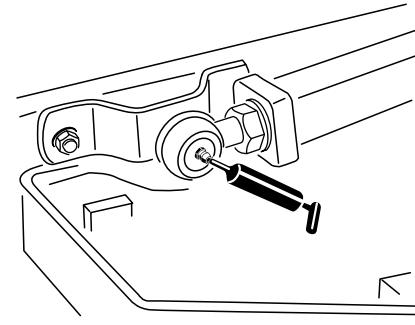

Figura 67
- 2 giunti a sfera del braccio di sollevamento (Figura 67)